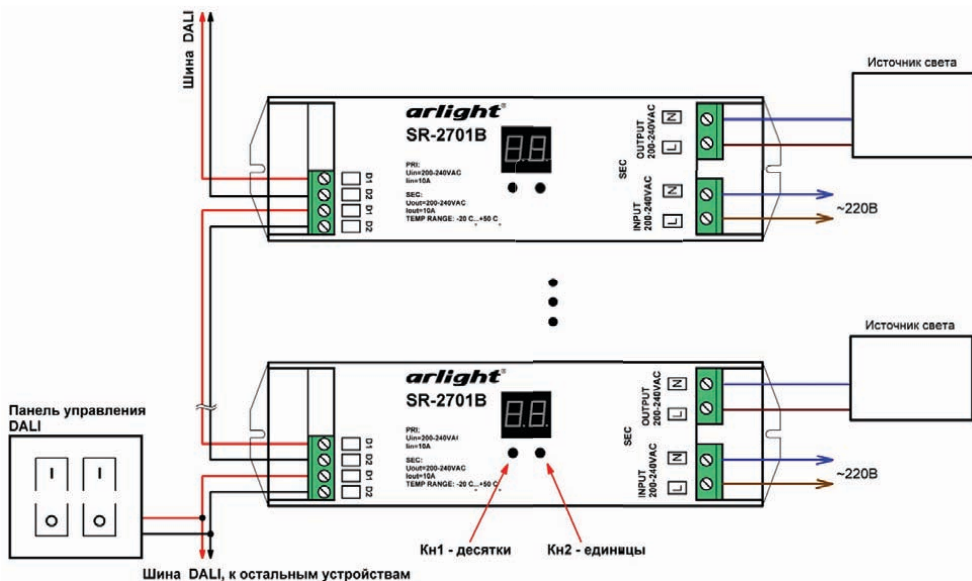

Рис. 1. Схема подключения выключателей.
- 3.3. Подключите источник света к выходу **OUTPUT** выключателя, соблюдая порядок подключения проводов (см. Рис. 1).